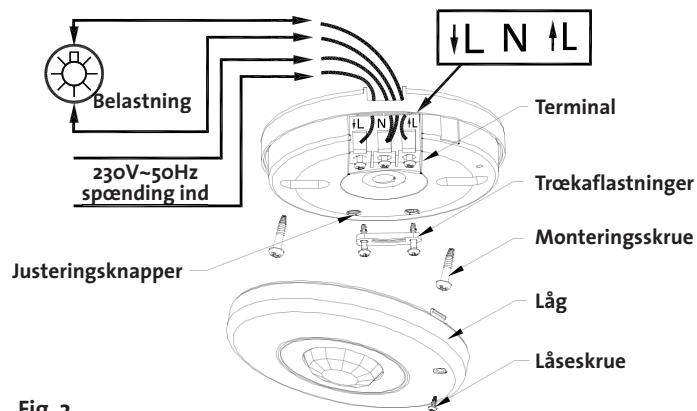

Fig. 2
5. Tilslut ledninger til terminalen og lad dem forankre i trækaflastningen (se Fig.2).